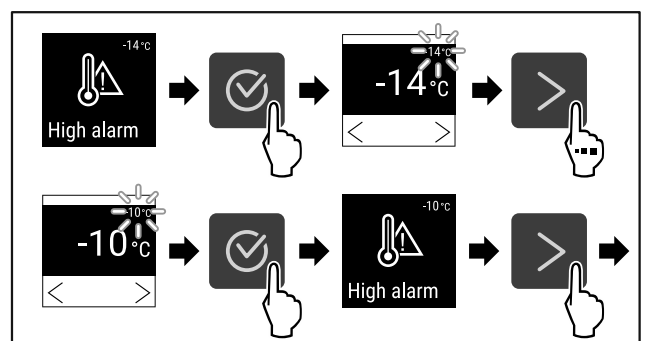

Fig. 132
- ▶ Провести етапи операцій (див. Fig. 132) .